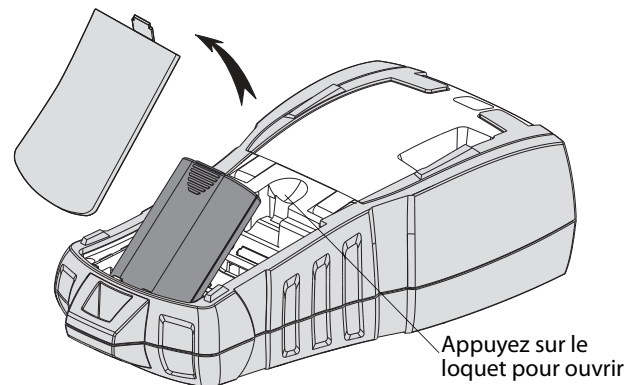

Figure 3
1. Appuyez sur le loquet à l'arrière de l'imprimante pour retirer le couvercle du compartiment à piles. Voir Figure 3.
2. Placez le bloc-piles dans le compartiment à piles. Voir Figure 3.